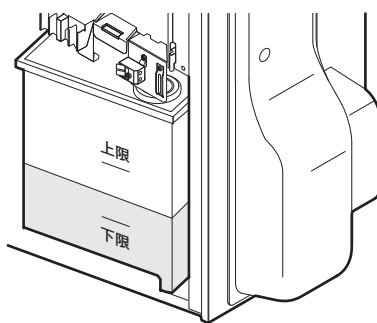

図3
9. リザーブタンク注入口から不凍液を規定水位(上限と下限の間)まで補給します。(図3)